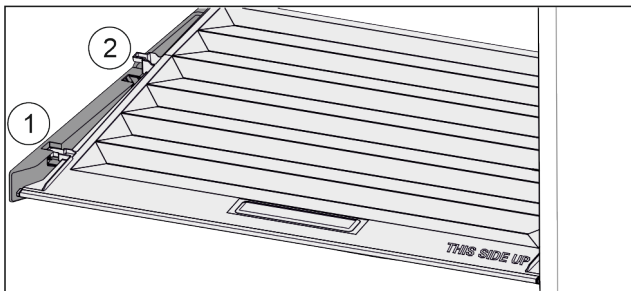

Fig. 137
- ▶ Издърпайте напред *Fig. 137 (1)* капака до отвора в задържачите части.
- ▶ Повдигнете го отзад отдолу и отстранете *Fig. 137 (2)* нагоре.